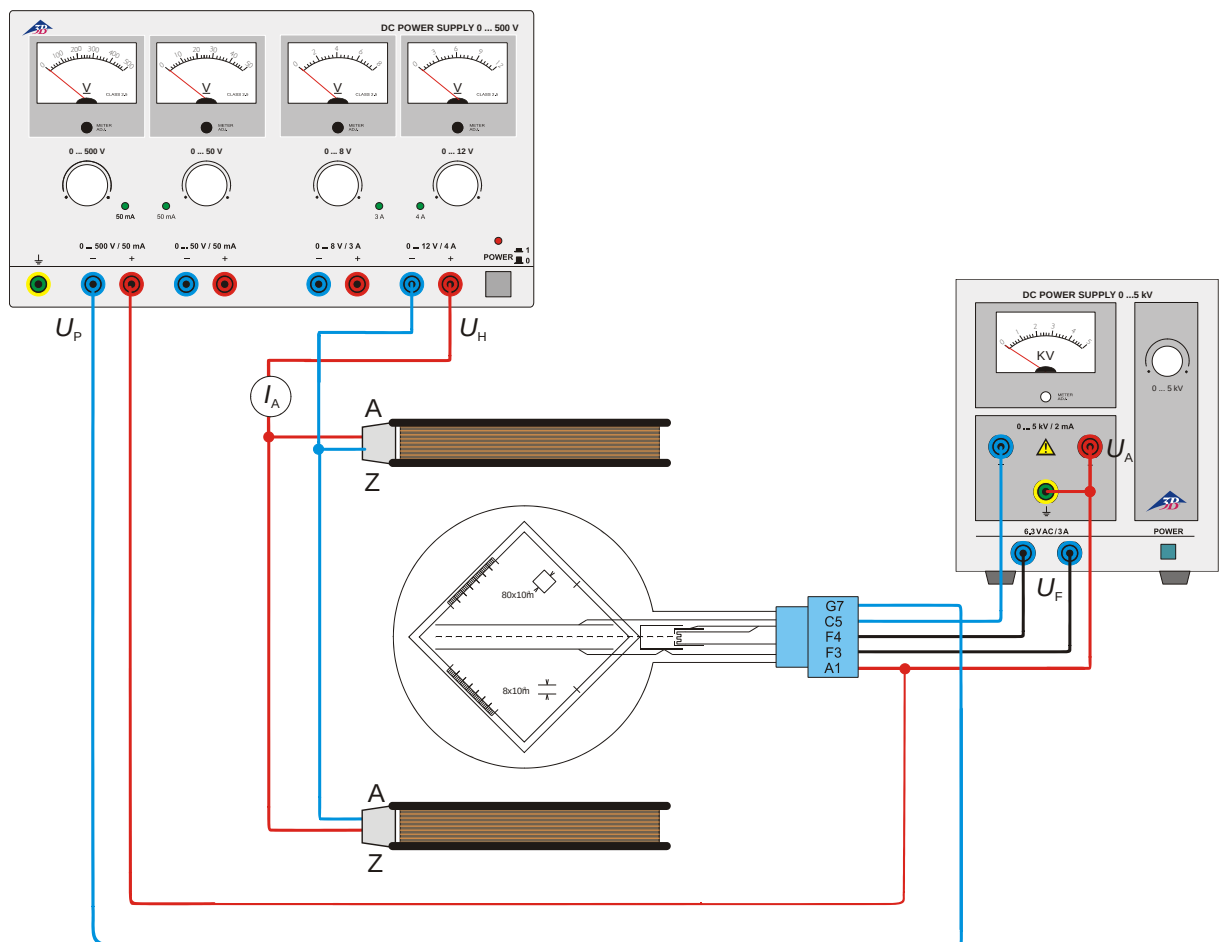

Fig. 4 Bestimmung von e/m mittels Feldausgleich
- Versuchsaufbau gemäß Fig. 4 vornehmen.